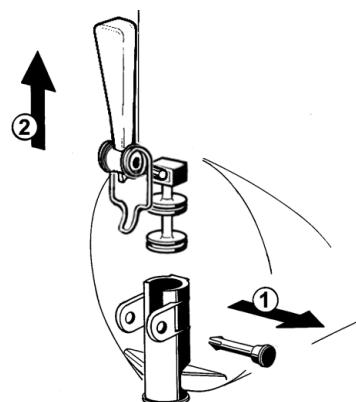

figura 9
- 5** Desarmar el grifo respetando la secuencia indicada (ver figura 9).
2 Armar de nuevo el grifo sobre el contenedor siguiendo la secuencia inversa a la detallada para el desmontaje (verde figura 9).